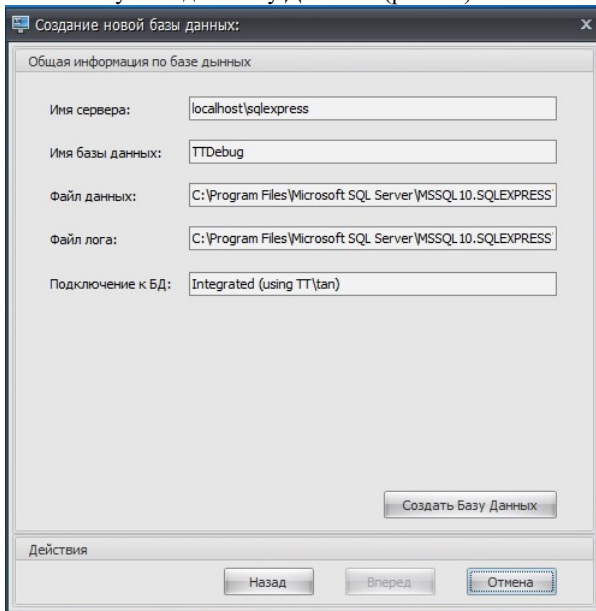

рис. 54
3.5 Нажать кнопку «Создать Базу Данных» (рис. 54):